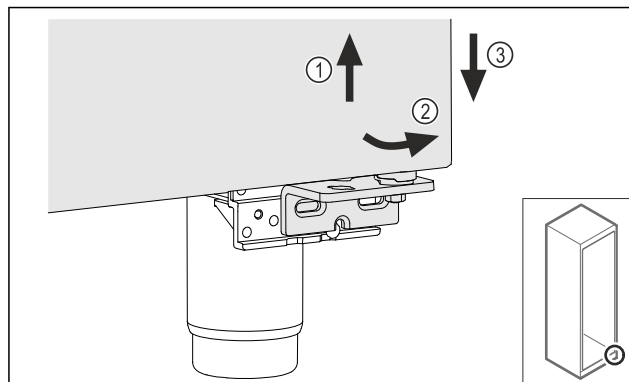

Fig. 20
- ▶ Повдигнете леко вратата Fig. 20 (1), наведете я отдолу напред Fig. 20 (2) и я спуснете Fig. 20 (3).